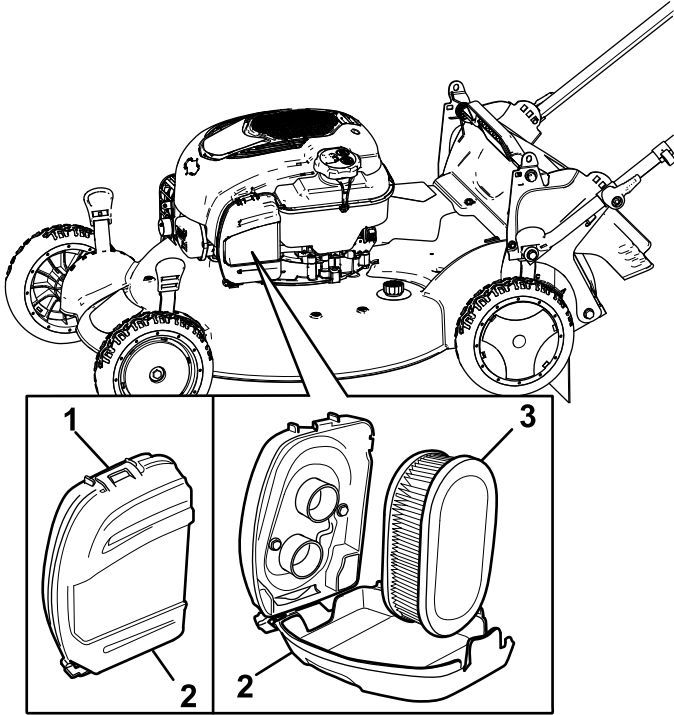

Bild 27
1. Lösen Sie das Oberteil der Luftfilterabdeckung (Bild 27).
2. Entfernen Sie den Luftfilter (Bild 27).